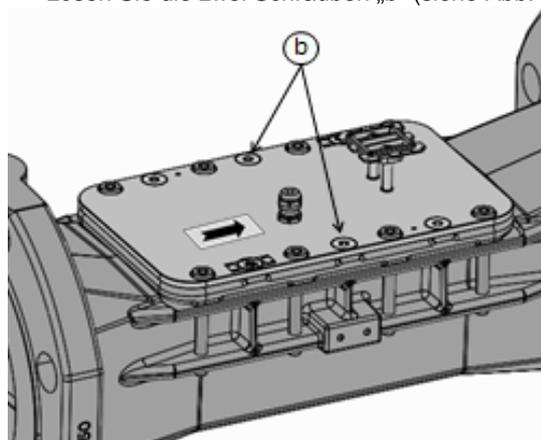

Abb. 2: Schrauben „b“
- Lösen Sie die zwei Schrauben „b“ (siehe Abb. 2).